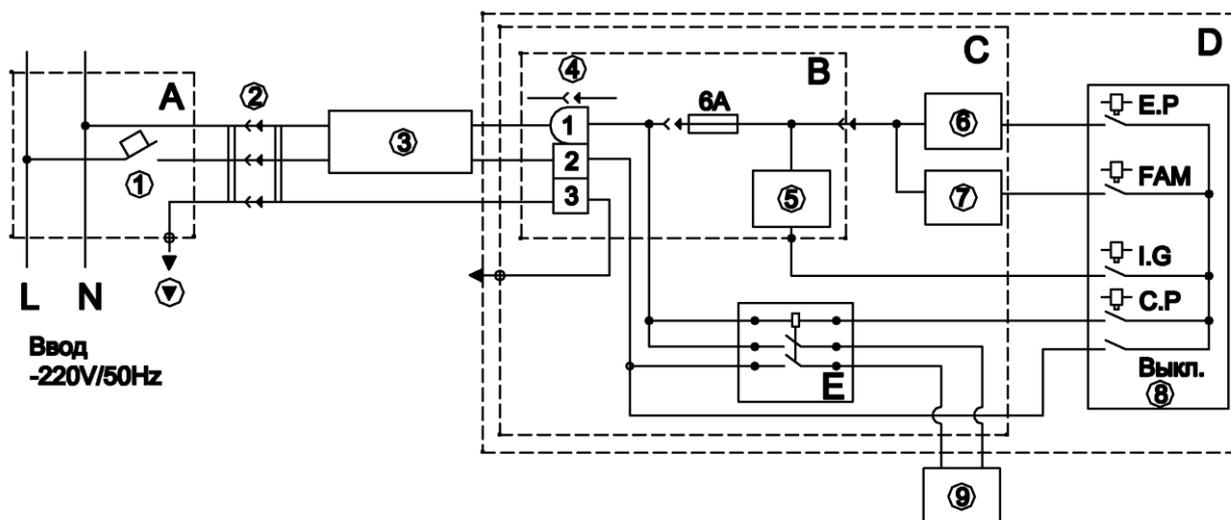
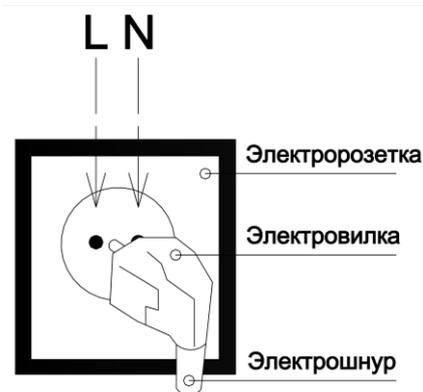

Рис. 28.
Рис. 30.
2. Подключение котла к электрической сети. (Рис. 28.)
2.1. Подключение котла к электрической сети отапливаемого объекта выполняется, как показано на схеме подключения котла к электросети (см. рис. 28).
2.2. Электрическое оборудование котла должно питаться от одного источника электроэнергии и выключаться при помощи одного выключателя. Для этого, на обогреваемом объекте, электропитание котла (см. рис. 28.) выполняется от распределительного шкафа «А», и отдельного автоматического выключателя 1.
3.3. Подачу электропитания на котел выполняет электрический соединитель, состоящий из розеточной и вилочной частей, см. рис. 30. Включение/выключение электропитания автоматики котла выполняет выключатель на блоке управления. Однако, когда выключатель на блоке управления находится в положении "Выключено", электропитание продолжает обеспечивать работу узла безопасности котла.
6. Порядок включения котла в электророзетку. (Рис. 30)
6.1. Коммутация проводов на электророзетке выполняется, как показано на рис. 30. Слева от лицевой стороны электророзетки к контактному винту подключается фазовый провод «L», справа к контактному винту подключается нулевой провод «N».
В комплекте котла поставляется электрошнур с электровилкой с зануляющим контактом с одной стороны и с разъемным соединением 3 PIN с другой стороны. Контакт "2" разъемного соединения 3 PIN (см. поз.4 на «Схеме подключения котла к электрической сети», рис. 28) через питающий провод соединяется с штифтом «L» электровилки (см. рис. 30.). Штифт «L» электровилки соединяется с гнездом «L» электророзетки.